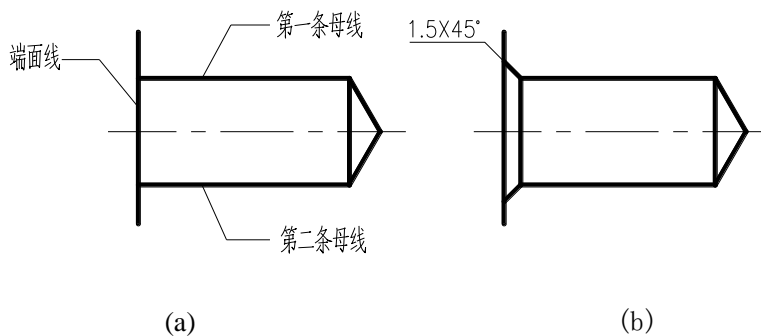

图 3-5
有一端面孔如图 3-5(a)所示，需对其左端进行倒角 $1.5 \times 45^\circ$
- 结果：完成孔倒角的绘制，如图 3-5(b)
(2) 单边倒角